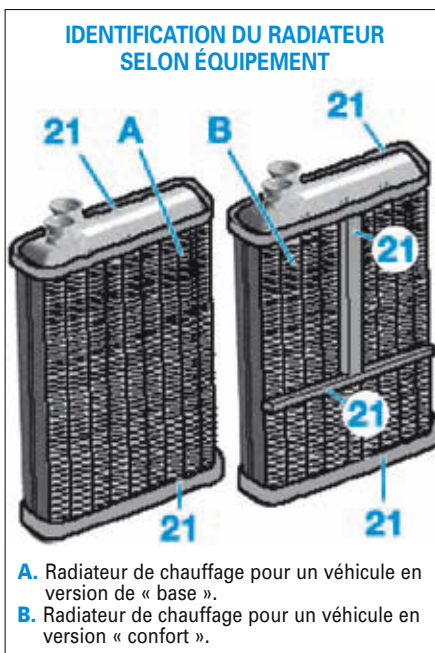

FIG. 28
- Coller les joints d'étanchéité en mousse livrés avec les pièces détachées en (21) sur le radiateur de chauffage devant être monté en fonction de l'équipement du véhicule (Fig.28).